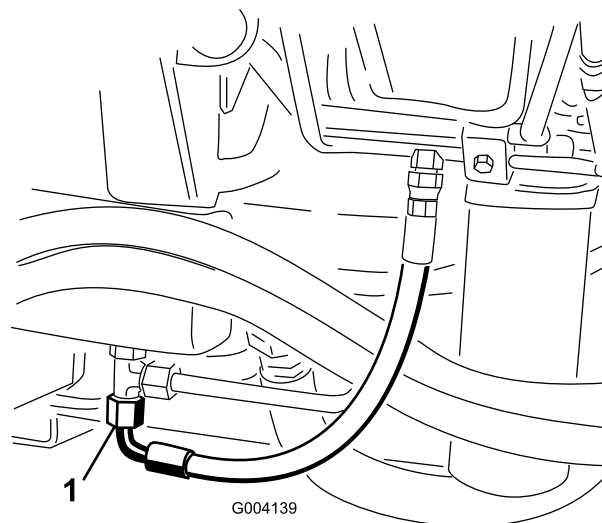

Figura 76
2. Collocate una bacinella di grandi dimensioni sotto il raccordo a T previsto sulla base del serbatoio del fluido idraulico (Figura 76).